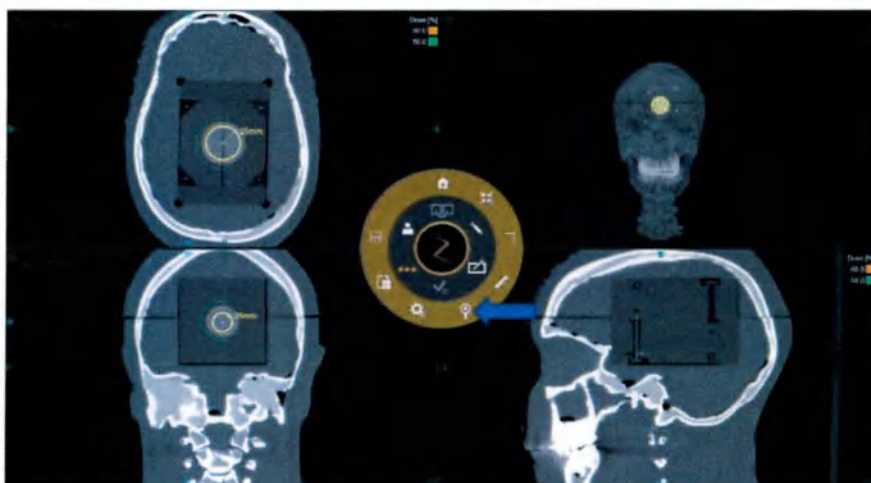

Рисунок 7-3. Этап с использованием кубика с шариком
3. Щелкните **Auto ball center detection** (Автоматическое определение центра шарика), чтобы разместить изоцентр в центре шарика (см. рис. 7-3).